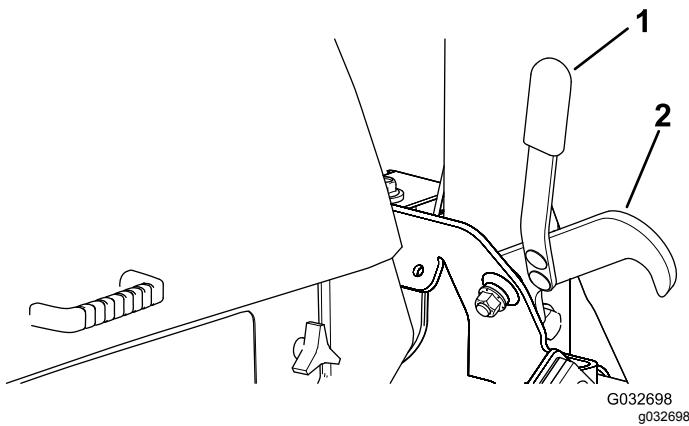

Figure 29
2. En tenant la poignée, décrochez les verrous qui maintiennent les plateaux en position levée (Figure 29).